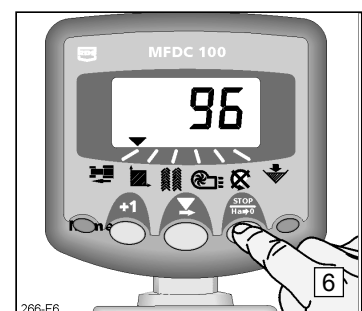

Fig. 6: Fin d'Autocal
6. Pour quitter la fonction « Autocal », appuyez sur la touche  (Fig. 6).